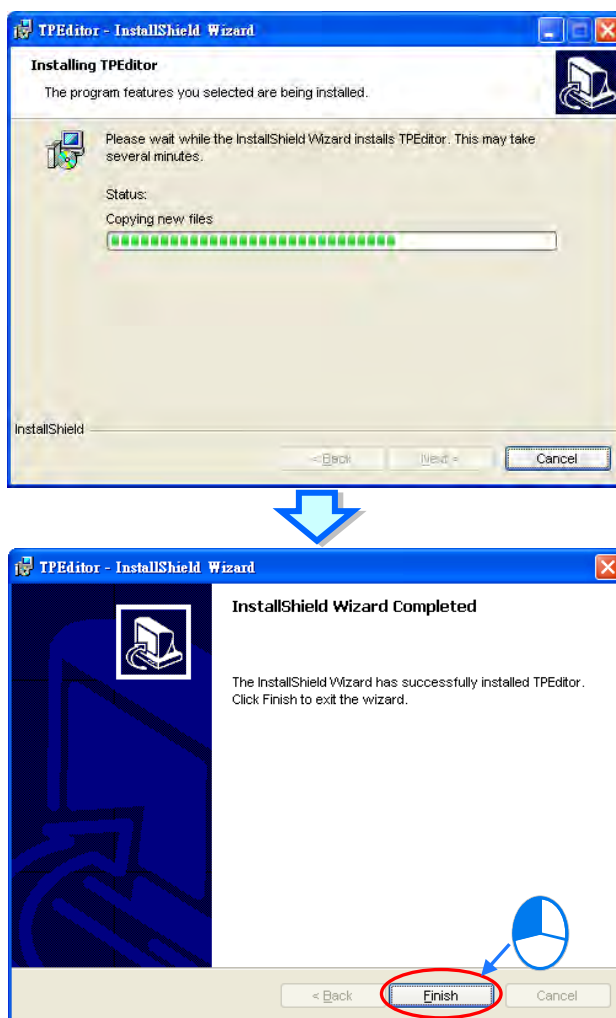

图 1-6 安装完成
- (8) 完成安装后，在桌面及开始菜单中会自动建立程序的运行快捷方式，按下「Finish」即可结束安装。如图 1-6。